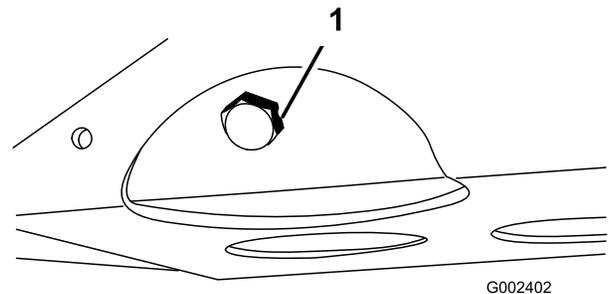

Bild 46
2. Entfernen Sie die Ablassschraube und lassen das Öl in ein Auffanggefäß ab (Bild 46). Schrauben Sie die Ablassschraube wieder ein, nachdem das Öl abgelassen ist.